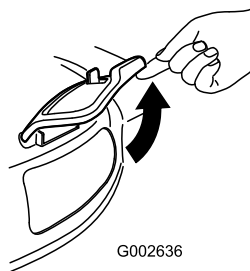

Рисунок 33
2. Поднимите боковую выпускную дверцу, чтобы открыть ее (Рисунок 33).